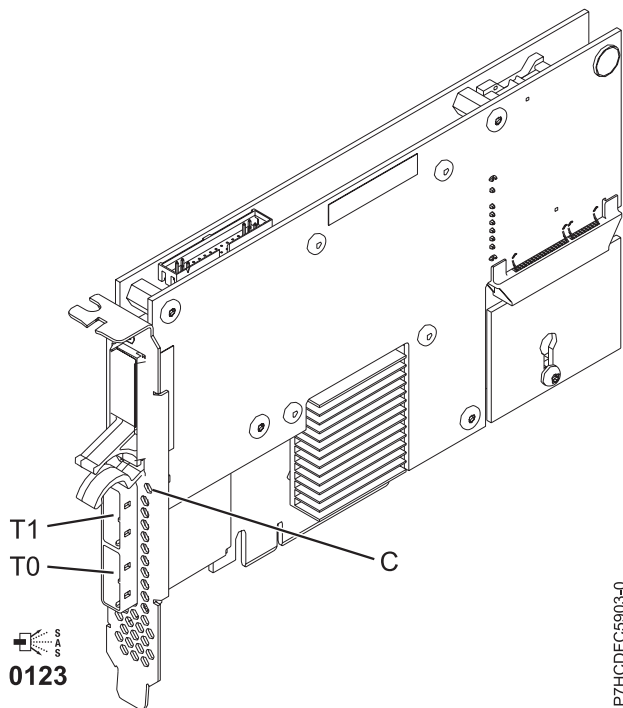

Figure 13. Carte SAS RAID PCIe double accès - x4 3 gigabits
L'adaptateur 5903 ou 5805 possède un voyant ((C) dans la figure 13, à la page 30) qui clignote si des données sont présentes en cache. Le voyant de présence de données en cache clignote lorsqu'il y a de possibles données présentes dans le cache de l'adaptateur. Si le voyant indiquant la présence de données en cache clignote, ne remplacez pas le bloc de batteries de cache. S'il est remplacé pendant que le voyant clignote, les données en cache seront perdues. Voir la figure 13, à la page 30 pour localiser le voyant de présence de données en cache sur cet adaptateur.